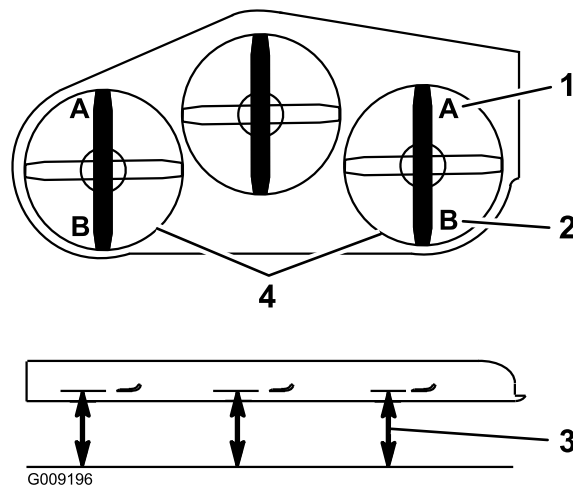

Figura 75
9. Su ambo i lati del piatto di taglio, misurate dalla superficie piana all'estremità anteriore della lama (posizione A). La misura deve essere di 7,6 cm (Figura 75).
15. Su ambo i lati del piatto di taglio, misurate dalla superficie piana all'estremità posteriore della lama (posizione B). La misura deve essere di 8,3 cm (Figura 75).